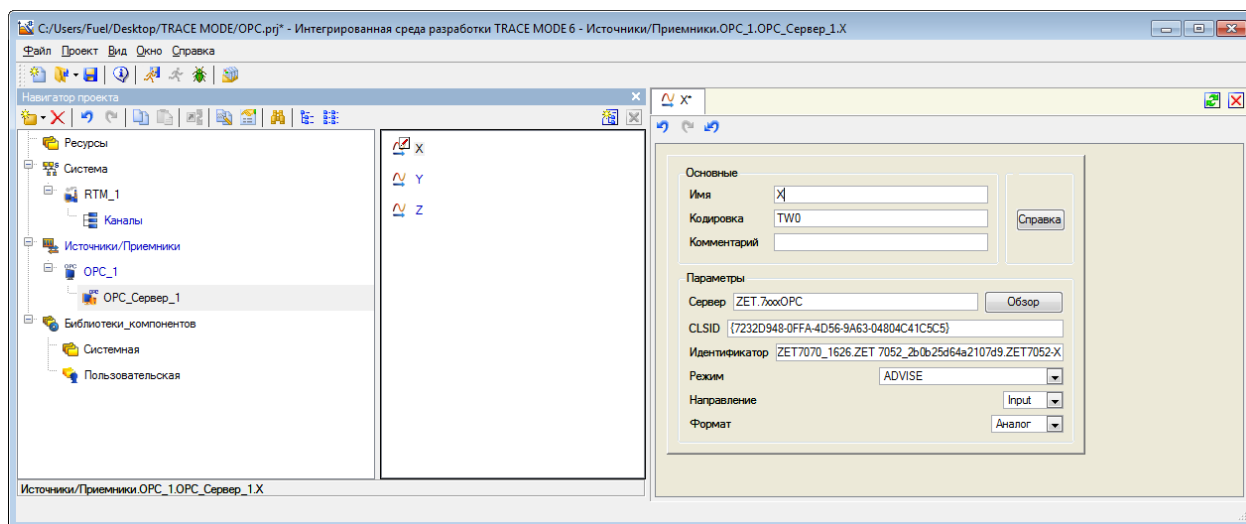
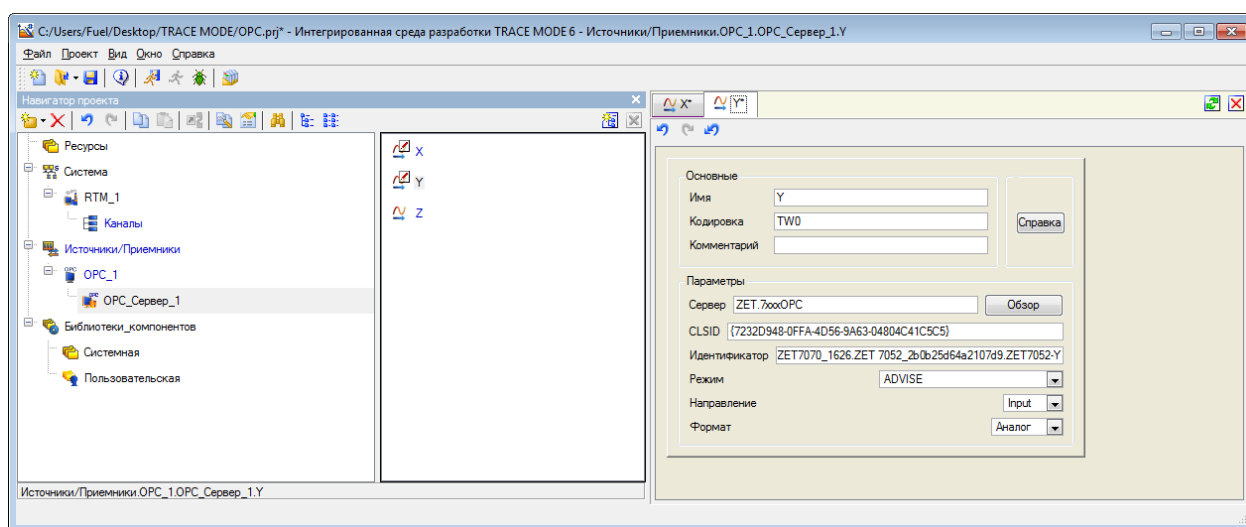
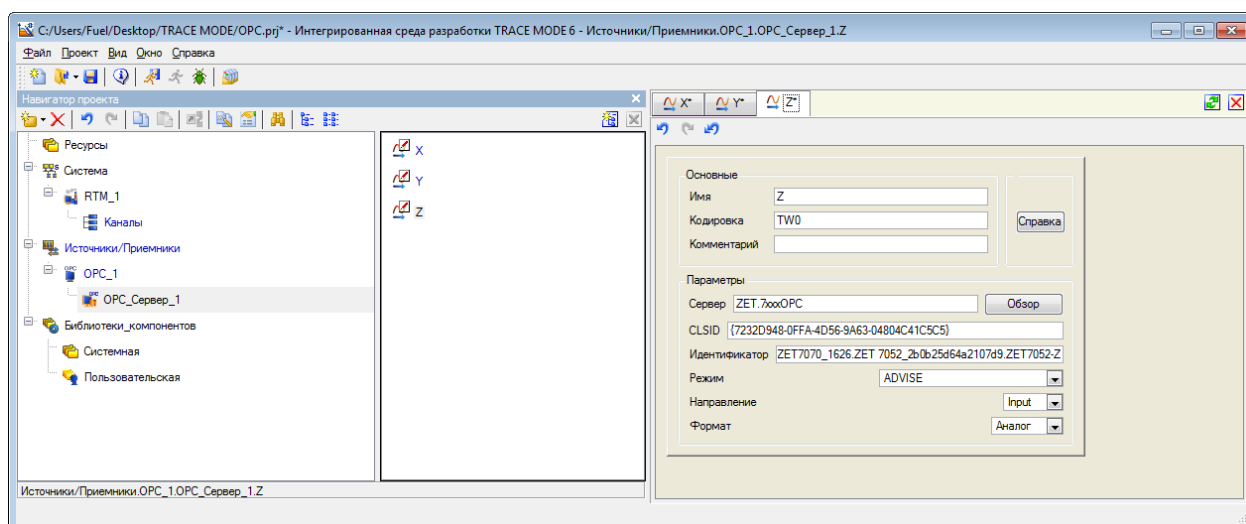

Рисунок 43.
Рисунок 44.
Рисунок 45.
1) В Источники/Приемники добавляем группу OPC, в ней создаем группу OPC_сервер. В группе OPC_сервер создаем три компонента OPC (для осей X, Y и Z датчика линейного ускорения) для чтения тегов. Настраиваем каждый из компонентов (см. Рисунок 43, Рисунок 44, Рисунок 45). В качестве имени берем название оси датчика. В строке «Сервер» нажимаем кнопку «Обзор», выбираем сервер ZET.7xxxOPC из списка доступных OPC-серверов и соответствующий тег для чтения. Режим меняем на ADVISE. Все остальные настройки оставляем без изменений.